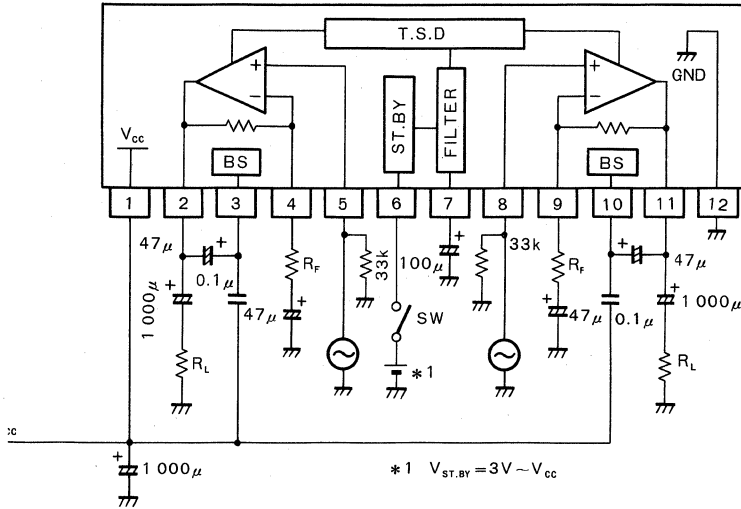

Fig.15
(10) 各pin直流電位の標準値(V_{CC}=12V, Ta=25°C, 測定回路: Fig. 15)